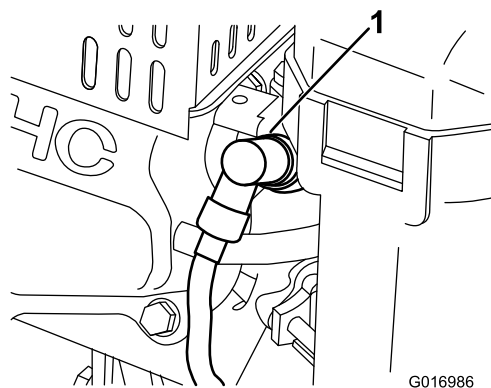

Figura 33
1. Retire el cable moldeado de la bujía (Figura 33).